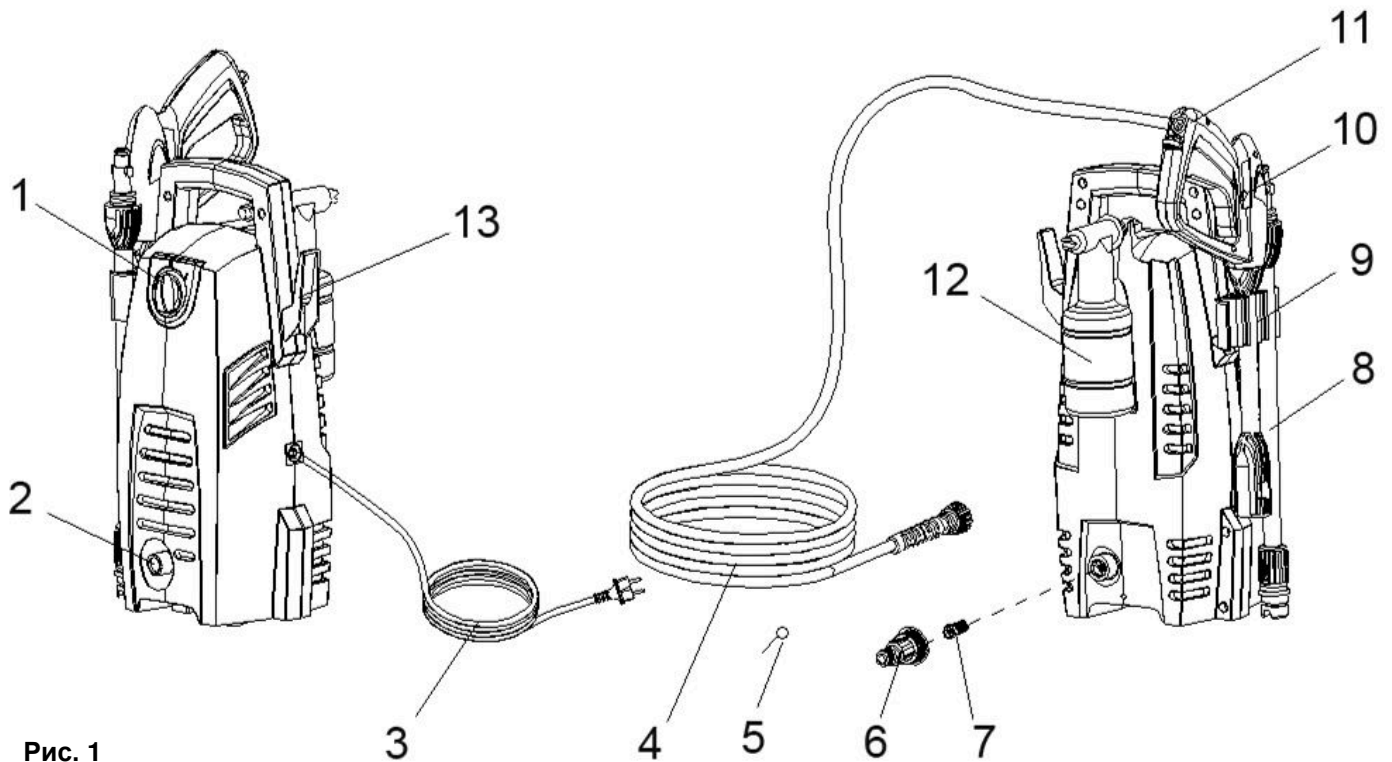

Рис. 1
- Установите крепление пистолета-распылителя в скобу на корпусе мойки до щелчка (См. Рис.1)
- Установите выключатель (1) (см. Рис.1) в положение «ВКЛ» (ON).
- Отожмите кнопку блокировки (11) и направьте форсунку пистолета - распылителя на обмываемый участок.
- Отожмите кнопку блокировки (11) (См. Рис. 1) и направьте форсунку на обмываемый участок.